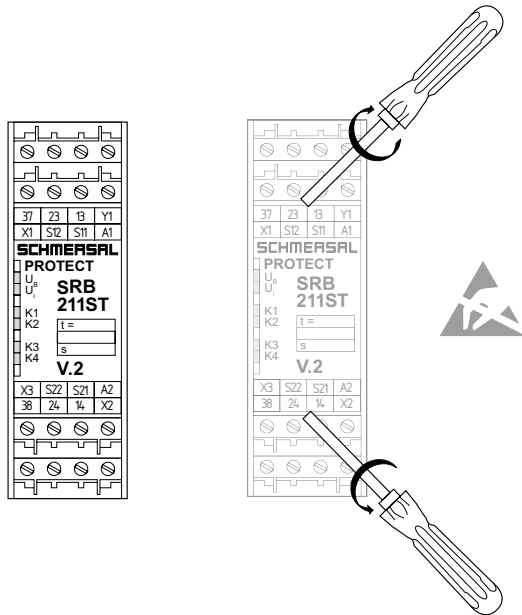

Fig. 2 Fig. 3
5.2 Descripción de terminales (véase fig. 2)